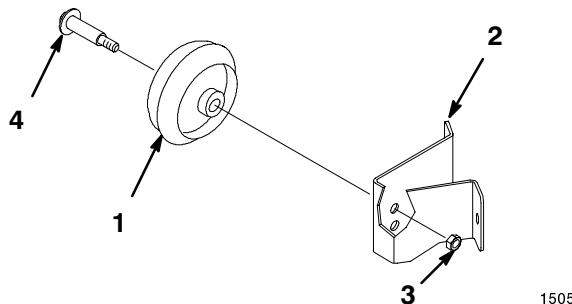

Figure 6
- Pour modifier la hauteur des roues avant de la tondeuse, retirer le boulon de fixation de la roue et le monter dans un autre trou (Fig. 6).
- Utiliser le trou du haut pour la plus petite hauteur de coupe, et le trou du bas pour les hauteurs de coupe supérieures (Fig. 6).